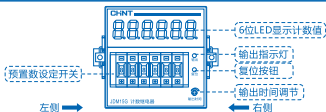
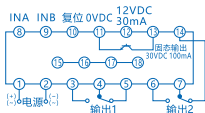

图3 面板示意图
图4 接线图
5.1 产品面板示意图见图3，接线图见图4～图6，逻辑选择图见图7，输出接线图见图8。